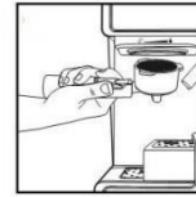

Рис. 2
- Установите ручку (15) регулятора интенсивности подачи молока в среднее положение.
- Вставьте один из фильтров для кофе (19 или 20) в держатель фильтра (18), совместив выступ на фильтре (19 или 20) с прорезью в держателе фильтра (18) и поверните фильтр (19 или 20) по/против часовой стрелки. Во время подготовки кофеварки к работе не засыпайте молотый кофе в фильтр (19 или 20).
- Установите держатель фильтра (18) в место установки «» и поверните ручку (4) вправо до упора «» (рис. 2, 3, 4).
- На решётку (2) установите подходящую по высоте и объёму чашку, не менее 300 мл.
- Ручкой регулировки угла наклона трубы капучинатора (12) направьте трубку капучинатора (13) в установленную чашку.
- Включите кофеварку, установив выключатель питания (11) «0/l» в положение «l», при этом загорится и будет мигать индикатор (6).
- Когда кофеварка будет готова к работе, световой индикатор (6) будет светиться постоянно.
- Для включения режима очистки, два раза нажмите на кнопку (7) «Cappuccino».
• После завершения очистки кофеварки выключите её, установив выключатель (11) «0/l» в положение «0».